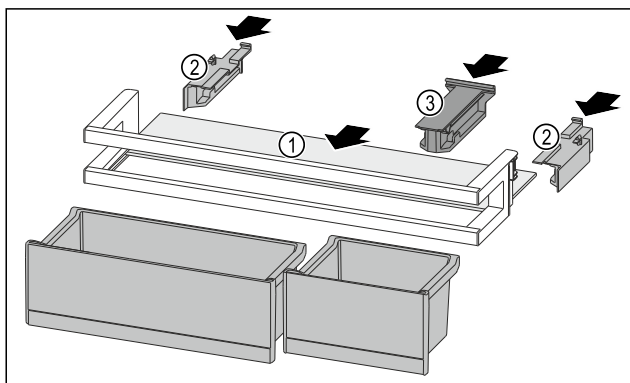

Fig. 241
- ▶ Odkládací plochu Fig. 241 (1) zasuňte do bočních vybrání.
- ▶ Boční díly Fig. 241 (2) vložte.
- ▶ Držák Fig. 241 (3) vložte.